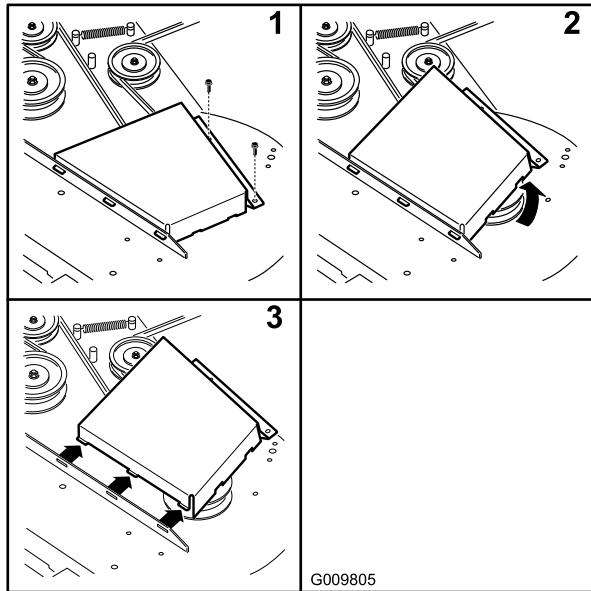

Bild 68
- Entfernen Sie die Riemenabdeckungen (Bild 68).